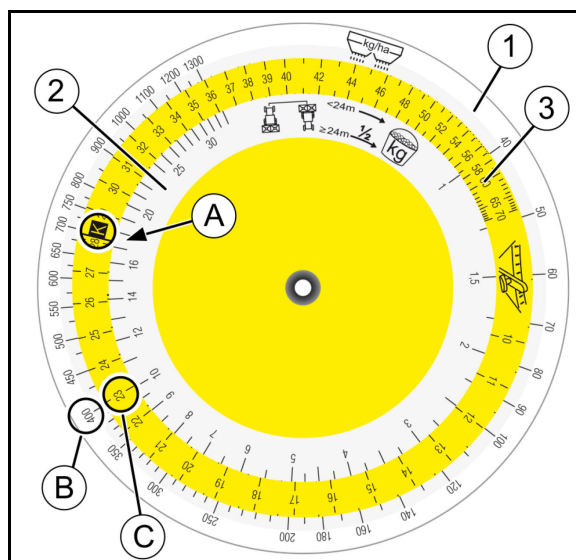

Рис. 68
7. Візьміть в руки логарифмічний диск пристрою для визначення норми розкидання. За шкалою (Fig. 68/2) для зібраної кількості [кг] знайдіть числове значення **17,5** (A) і встановіть напроти положення «К» кольорової шкали (Fig. 68/3).
8. Знайдіть бажану норму внесення добрива (400 кг/га) (C) на шкалі норми внесення (Fig. 68/1) та зніміть показання необхідного положення заслінки (позиція) **23** (C).